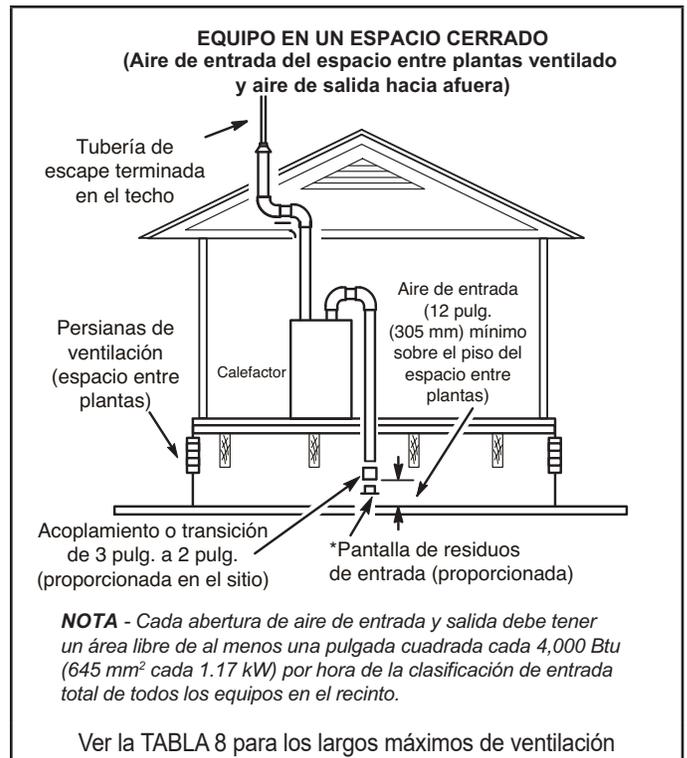

FIGURA 31
- 2 - Si el aire de entrada se toma de un espacio entre plantas ventilado (FIGURA 31) o de un ático ventilado (FIGURA 32), el largo de ventilación de escape no debe exceder los valores listados en la Tabla 9. Si se utiliza una tubería de 3" de diámetro, redúzcala a una tubería de 2" de diámetro para acomodar la pantalla de residuos.